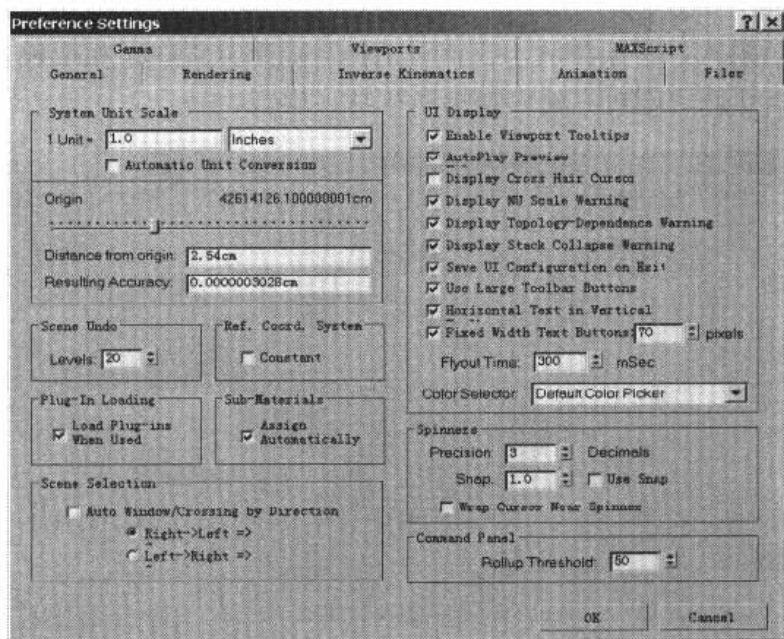

图 1-3 Preference Settings 对话框
Step 2 设置系统单位。一般情况下，应让系统单位与显示单位保持一致。选择 Customize\Preferences 命令，打开 Preference Settings 对话框，如图 1-3 所示。在该对话框的 System Unit Scale 命令区中，使 1 Unit=1.0 Millimeter，然后按 OK 按钮确定，即可将系统单位设定为毫米。